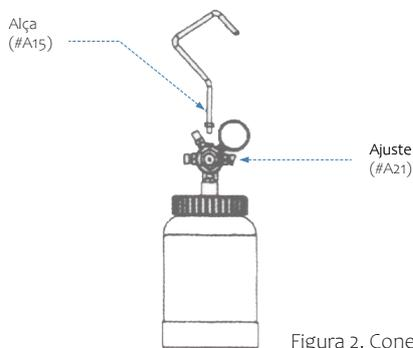

Figura 2. Conectando a alça.
Passo 2: Conecte a outra extremidade da mangueira de fluido preta (#38) à saída de fluido localizada na parte inferior da cabeça da pistola para pintura (#B5) e prenda usando a chave de mangueira conforme mostrado na figura 2.